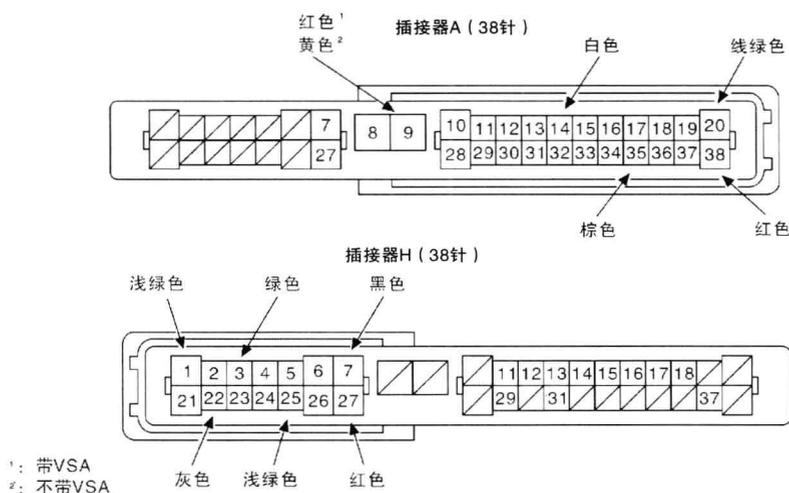

图1-1-3 断开乘客侧仪表板下熔丝/继电器盒插接器A和H
- 2) 断开乘客侧仪表板下熔丝/继电器盒插接器A和H，如图1-1-3所示。